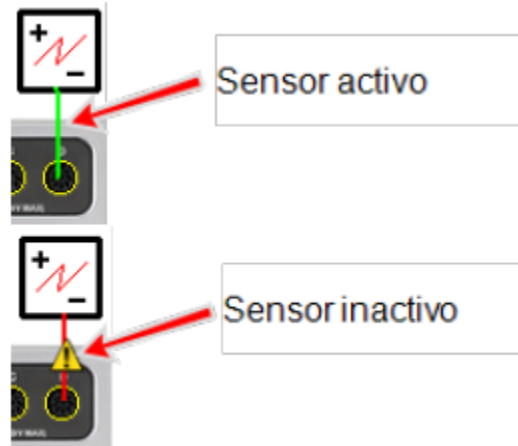

Figura 7. Ícono del sensor cuando se encuentra activo e inactivo.
- b. Seleccione el sensor que desea agregar de la lista desplegable. El icono del sensor aparece para cada puerto. El sensor o una interfaz se encuentra activa cuando la línea de conexión se torna verde. El sensor se encuentra como desconectado cuando se muestra una línea de conexión roja y un símbolo de inactividad (ver Figura 7).